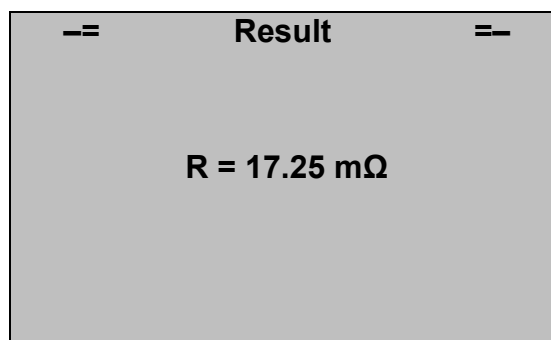

Рисунок 3.24
3.8.4 По завершении процесса измерения на дисплее в появившемся окне «Result» отобразится измеренное значение сопротивления (Рисунок 3.24).